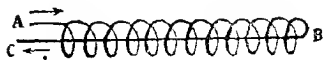

Fig. 18
avvolgiamo a spirale e a *guisa di tubo* un sottile filo di rame rivestito di seta per evitare che le spire metalliche si tocchino l'una con l'altra, come è indicato nella fig. 18; in mezzo a questa spirale —, che viene chiamata *solenoid* (1) —, met-